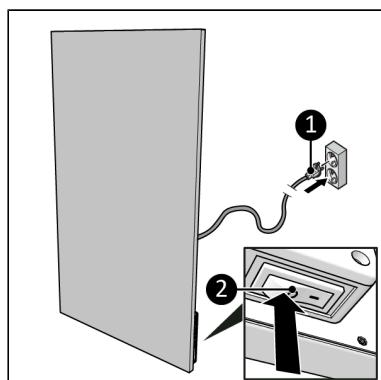

Figure 102.
2. Ujistěte se, že je spínač ZAP/VYP v poloze Vypnuto (Figure 102, poz. 2).
3. Zasuňte zástrčku (Figure 102, poz. 1) do uzemněné nástěnné zásuvky, která je snadno přístupná. Použijte uzemněnou nástěnnou zásuvku s minimálním příkonem 1000 wattů.